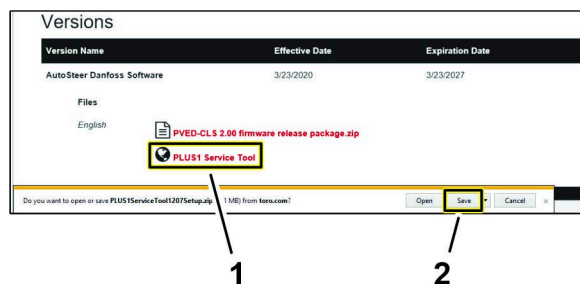

Figura 18
7. Na página Document Information (informações do documento), clique na hiperligação Plus1 Service Tool (Figura 18).
8. Clique no botão para guardar (Figura 18).